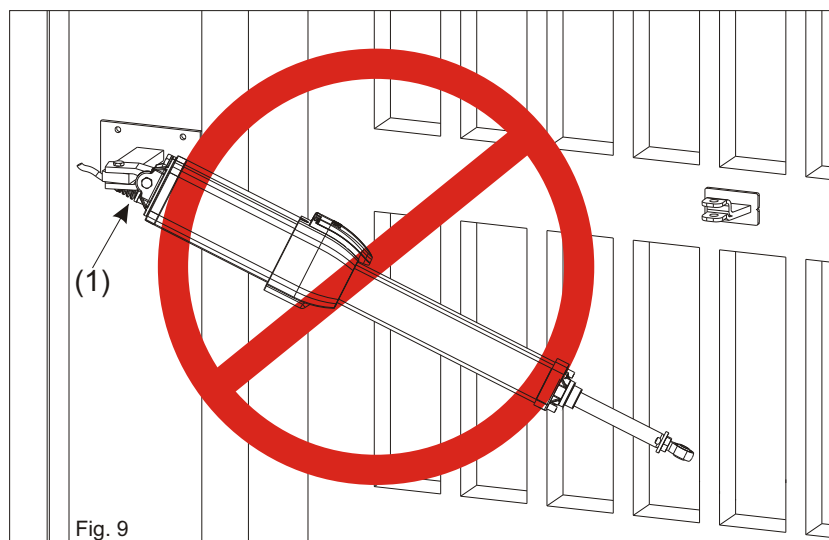

Fig. 9
- Fixer la fourche oscillante comme dans fig.9